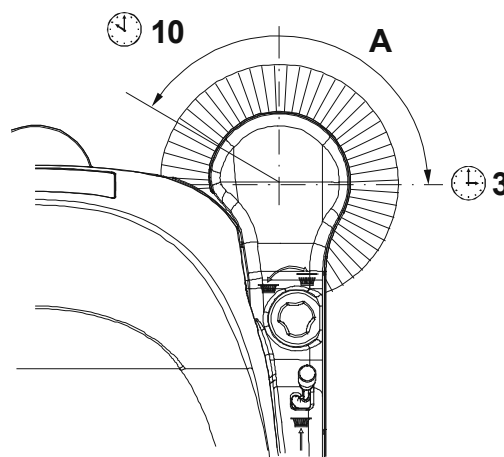

Figure 1
- Arrêter le balai latéral en appuyant sur l'interrupteur (1), puis le soulever et déplacer la machine.
- Contrôler que la trace laissée par le balai latéral est, en extension et orientation, comme indiqué dans la figure (A, Fig. 1) : le balai latéral doit toucher le sol pour un arc de cercle compris entre les positions "dix heures" et "trois heures" d'une montre.
- Tourner la poignée (13) dans le sens des aiguilles d'une montre ou dans le sens contraire pour régler la hauteur du balai du sol.